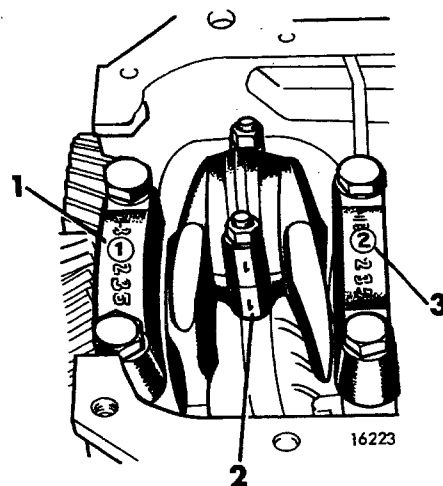

Fig 01—32. Märkning av ram- och vevlager
5. Sätt på nya lagerskålar av rätt dimension (se Data) och sätt tillbaka överfallet. Förutom standarddimension finns lagerskålar i olika underdimensioner. Har vevaxeln slipats till rätt mått erhålls rätt lagerspel då motsvarande lagerskål anbringas. Lagerskålarna får inte skavas och överfallen får aldrig filas för att lagrens ansättning skall bli hårdare. Vevstakar och överfall är numrerade 1—4 med början framifrån, se fig 01—32. Vid byte av vevlager skall även vevstaksskruvar och muttrar bytas ut. Åtdragningsmomentet skall vara 55 Nm (40 lb. ft.).